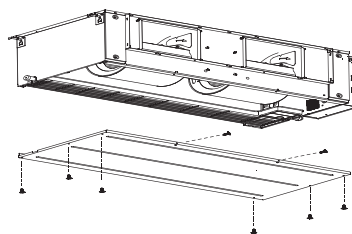

Рис. 9-4
1. Снимите нижнюю крышку, как показано на рис. 9-4.